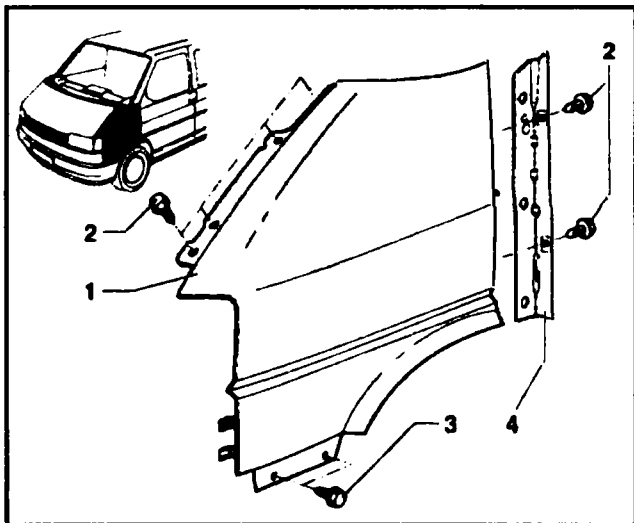

Рис. 10.1 Места крепления переднего крыла
- ◆ Выверните болты (2) и (3) (см. рис. 10.1).